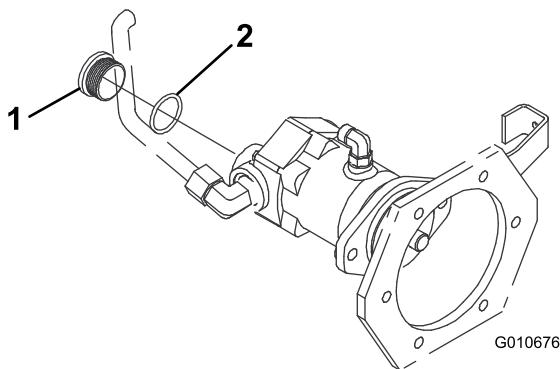

Figura 4
6. Remova e elimine o encaixe do lado direito do motor da roda do lado esquerdo e instale um tampão vazio com anel de retenção na porta do motor onde foi removido o encaixe recto (Figura 4). Aperte o tampão com uma força de 274 a 295 Nm.
10. Remova e elimine o encaixe do lado esquerdo do motor da roda do lado direito e instale um tampão vazio com anel de retenção na porta do motor onde foi removido o encaixe recto (Figura 4). Aperte o tampão com uma força de 274 a 295 Nm.